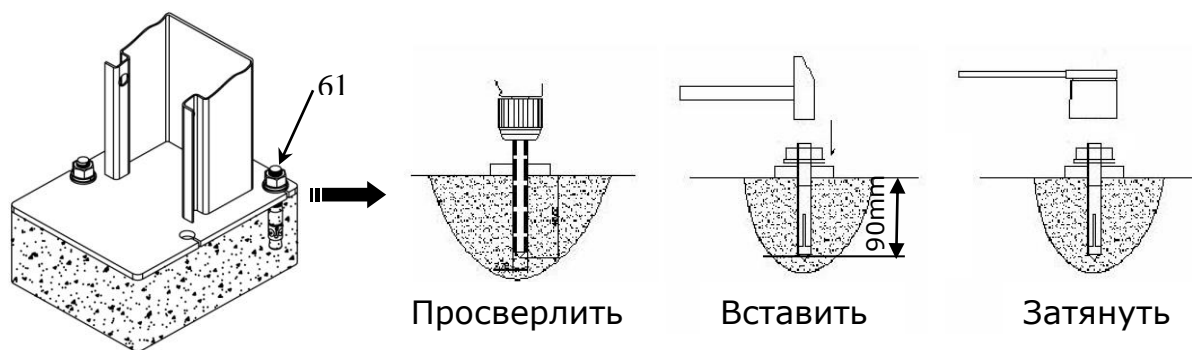

Рис. 35
2. Просверлите отверстия с помощью перфоратора и установите анкерные болты. Не затягивайте анкерные болты до конца (См. Рис. 35).